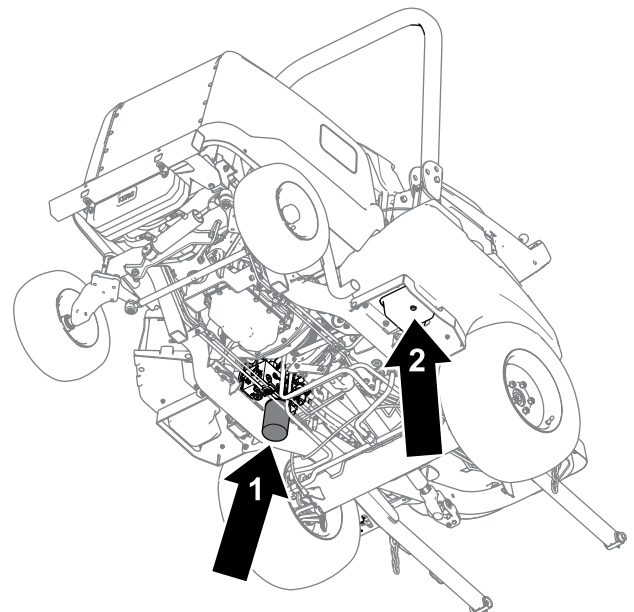

Bild 83
4. Nehmen Sie die Ablassschraube unten am Behälter ab und lassen Sie die Hydraulikflüssigkeit in die Auffangwanne ablaufen (Bild 83).
6. Stellen Sie eine Auffangwanne unter den Filter (Bild 83), entfernen Sie den Filter und lassen Sie das restliche Öl in die Auffangwanne laufen.